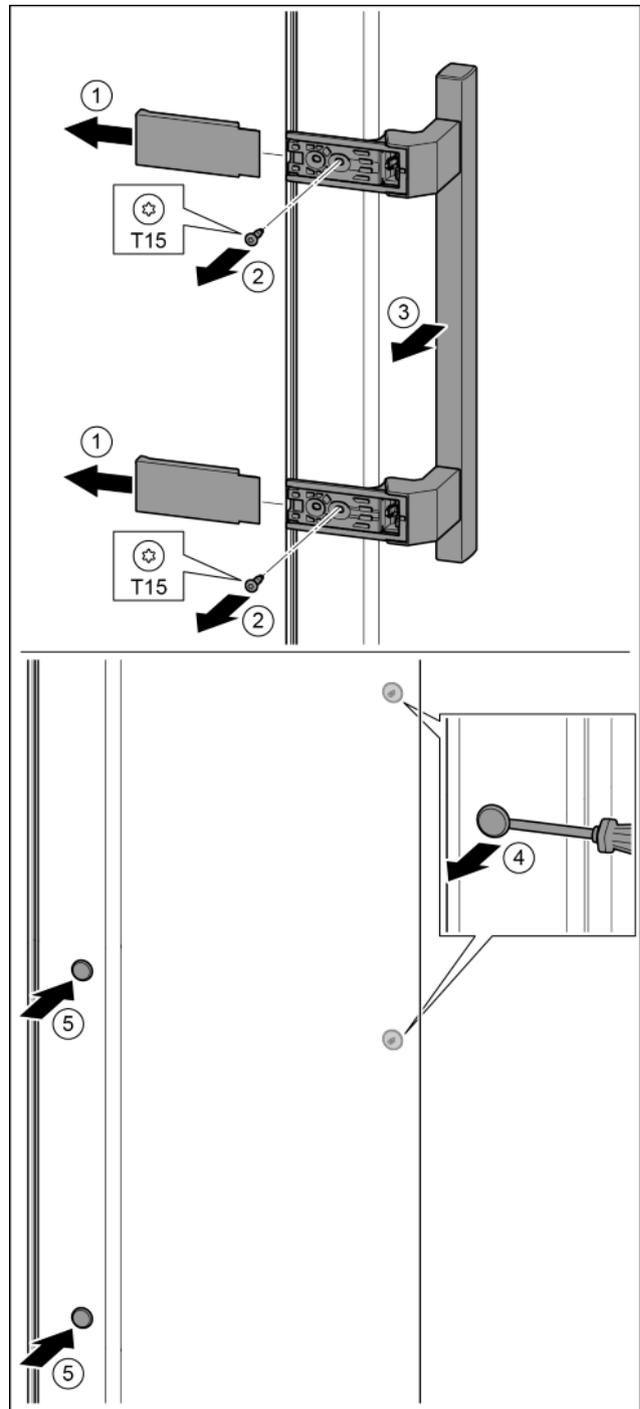

*Fig. 29*
- ▶ Abdeckung abnehmen und auf der anderen Seite anbringen. *Fig. 29 (1)*
- ▶ Lagerbock auf der anderen Seite ansetzen und ggf. mit Hilfe eines Schraubendrehers anschrauben. Mit Schraube 2 unten in der Mitte beginnen. *Fig. 29 (2)*
- ▶ Schraube 3 und 4 festschrauben. *Fig. 29 (3, 4)*
- ▶ Türaufhängung um 180° drehen. Auf der anderen Seite des Lagerbocks mit Schraubendreher T25 anschrauben. *Fig. 29 (5)*
- ▶ Lagerbolzen komplett einsetzen. Dabei darauf achten, dass der Rastnocken nach hinten zeigt. *Fig. 29 (6)*